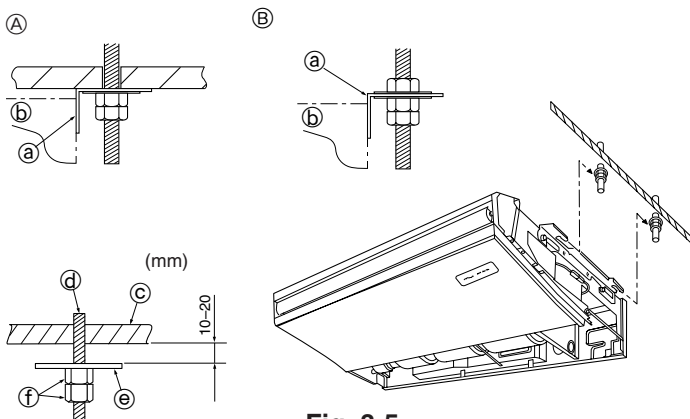

Fig. 3-5
- ① Rejilla de admisión
② Pestaña de sujeción de la rejilla
③ Bisagra
④ Empuje la bisagra para sacar la rejilla.
⑤ Tire del panel lateral hacia afuera
⑥ Panel lateral
⑦ Retire los tornillos para quitar el panel lateral.
② Si fuerza la rejilla de entrada al abrirla o si la abre a un ángulo superior a 120° podría dañar las bisagras.
3.3. Instalación de la unidad interior (Fig. 3-5)